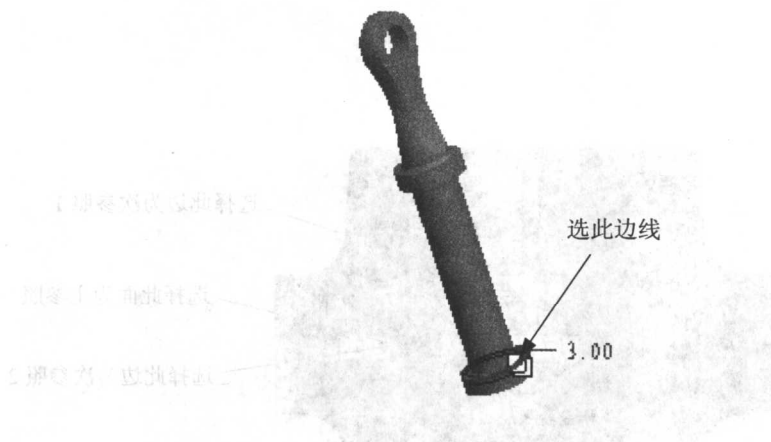

图 1.1.20
(1) 选取特征的命令：选择插入  倒圆角(R)命令。
(2) 选取圆角的放置参照：在模型上选择如图 1.1.20 所示的边线。
(3) 给出圆角的半径值：在操控板中的圆角半径文本框中键入 3，并按回车键。